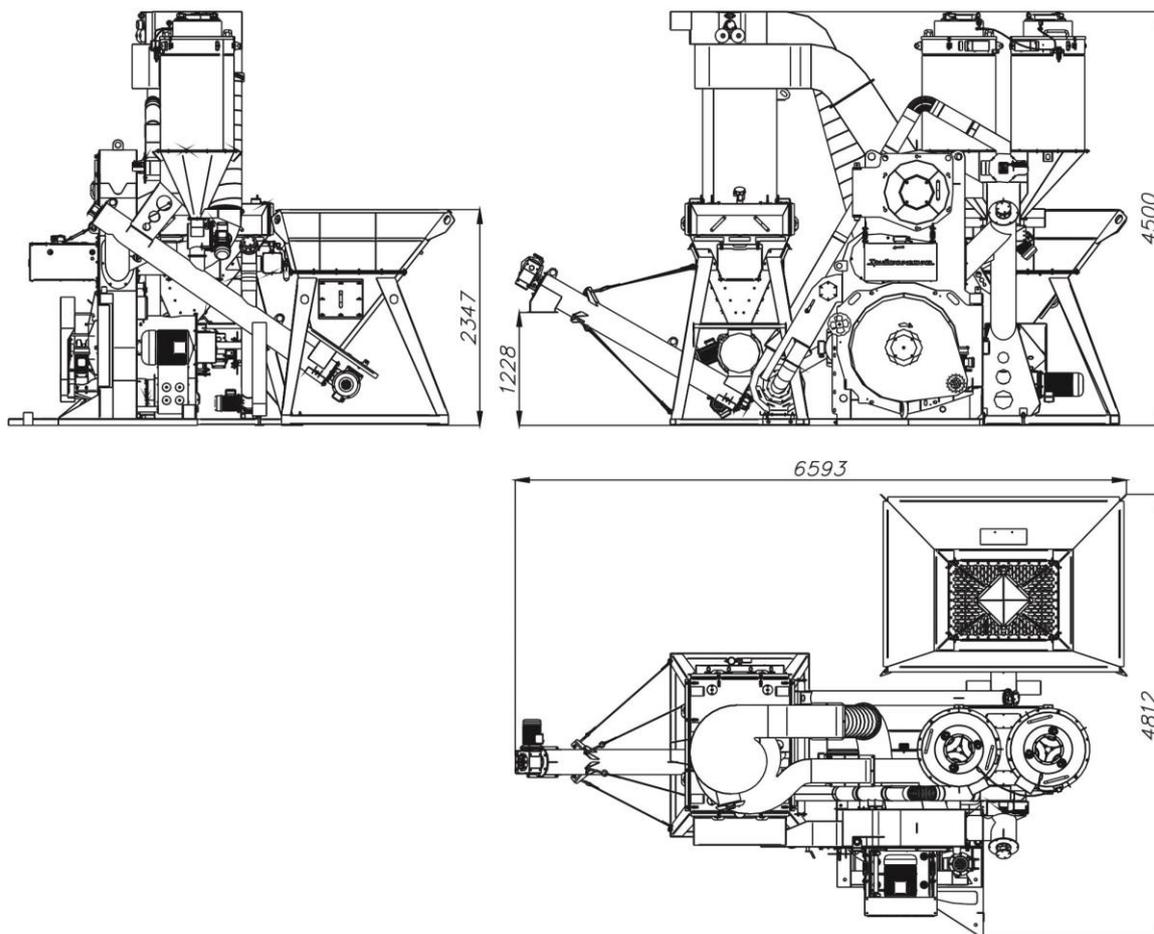

Рис. 1
Главный вид изделия и его вид сверху представлены на Рис. 1.
При комплектовании изделия установкой дозирования активирующей смеси «ПАВ 23/200» (на Рис. 1 не показана) она может быть расположена со стороны блока элеватора (2), при этом ввод добавки в монокорпус (1) осуществляется через полый вал элеватора.